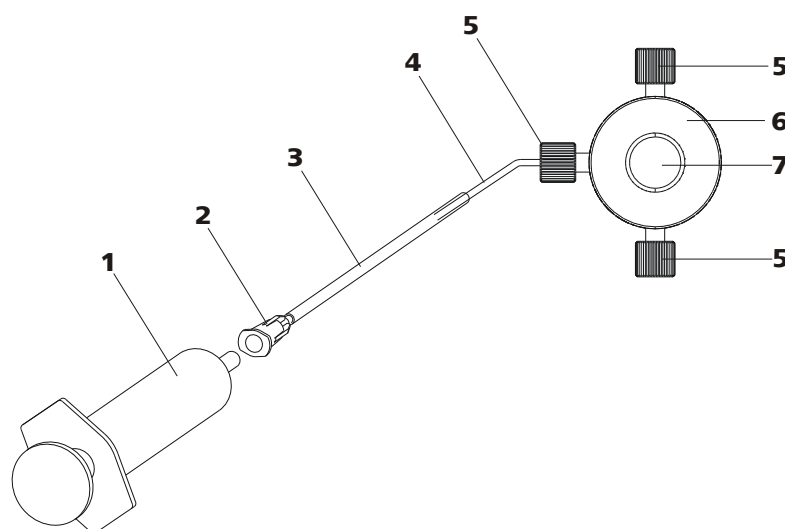

Figure 20 Purger la pompe haute pression
Purger la pompe haute pression de la manière suivante (voir Figure 20, page 33) :
- Insérer la seringue (20-1) dans le connecteur Luer (20-2) de la canule de purge (voir Figure 20, page 33).